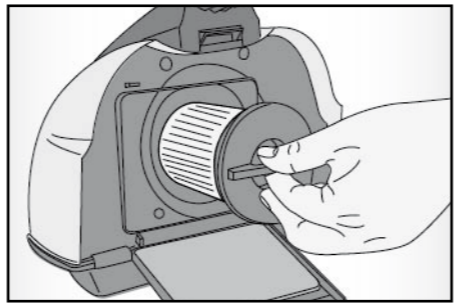

Fig. 8
- Per una pulizia interna del contenitore (7), è possibile rimuovere il filtro lavabile, ruotandolo in senso antiorario ed estraendolo verso l'esterno (Fig. 8).